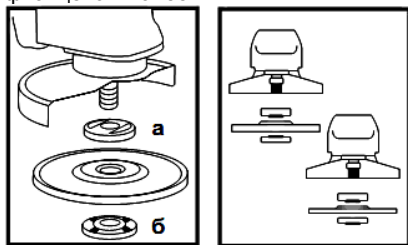

Рисунок 2
5.4 Установите на изделие шлифовальный либо отрезной диск. Для этого нажмите на кнопку фиксации шпинделя (1) и поверните шпиндель до такого положения, при котором он зафиксируется. С помощью вилочного ключа из комплекта изделия отверните и снимите зажимную гайку (б) (смотрите рисунок 2). Установите шлифовальный диск на посадочное место фланцевой шайбы (а) (рисунок 2), наживите рукой зажимную гайку на шпиндель и затяните ее ключом из комплекта изделия.